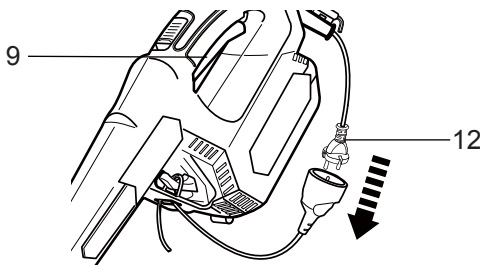

Fig. 13
- > Branchez le câble [12] sur la prise femelle de la rallonge (Fig. 13).